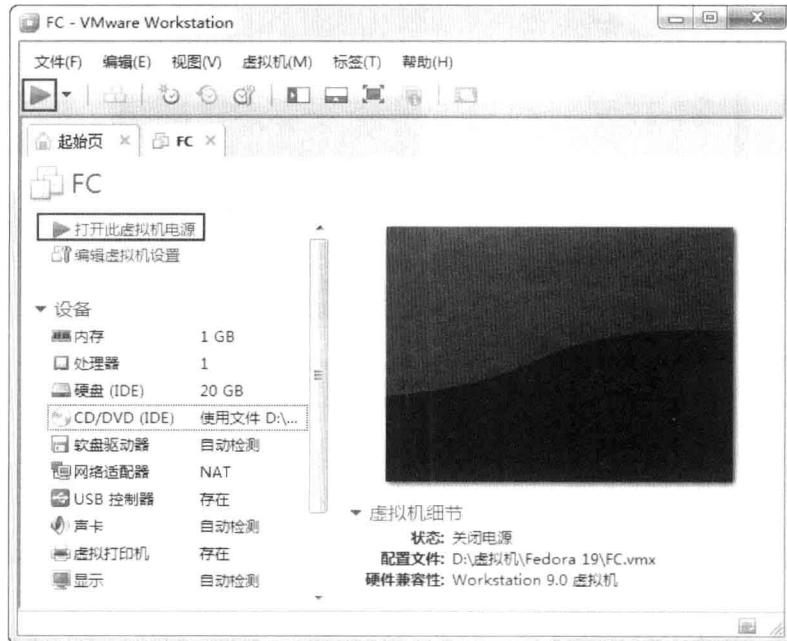

图 2.9 启动虚拟机
(18) 在工具栏中单击绿色的按钮，或者单击“打开此虚拟机电源”选项，如图 2.9 所示。